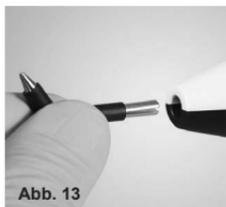

Abb. 13
- Eine Zahnsonde in die Öffnung des Geräts stecken (Abbildung 13). Um die elektrische Leitfähigkeit und den Kontakt zwischen Zahn und Sonde zu verbessern, empfiehlt es sich, eine kleine Menge Zahnpasta auf die Metallspitze aufzubringen.